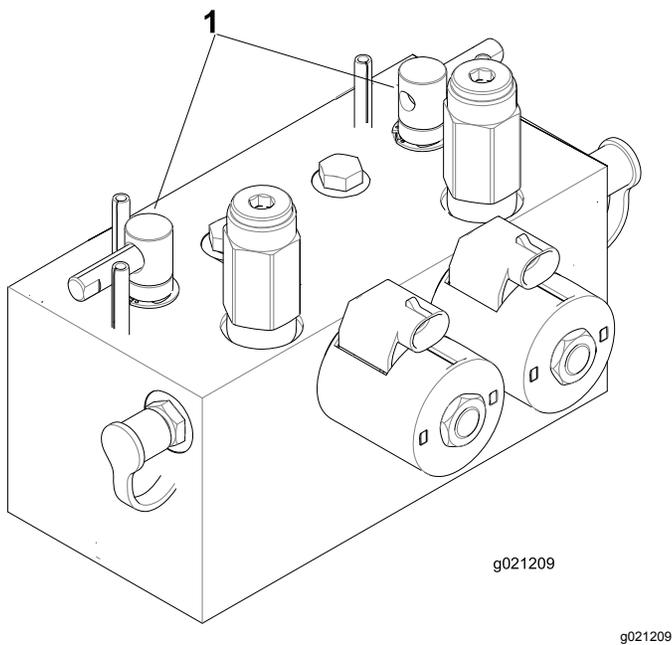

图76
2. 松开并提起座椅露出倒磨控制杆图76。
5. 选择前、后或同时两个倒磨控制杆确定哪个装置需要倒磨(图76)。